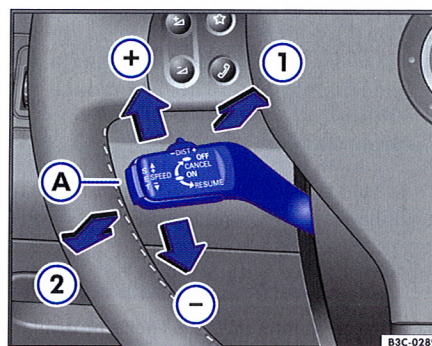
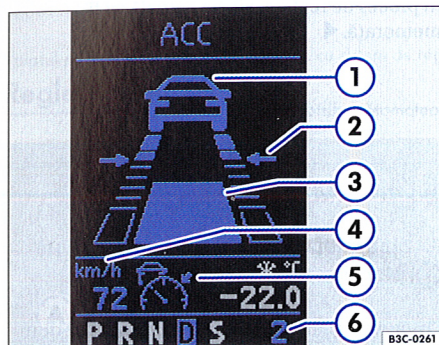

Fig. 135 Elementele de comandă ale sistemului de reglare automată a distanței
Fig. 138 Reglarea distanței activă: autovehiculul recunoscut, distanță reglată
Pentru reglarea automată a distanței, trebuie să se regleze o viteză ⇒ pagina 146 și o distanță ⇒ pagina 147. Viteza se reglează de la maneta ⇒ pagina 145, fig. 135", iar distanța de la cursorul de pe manetă ⇒ pagina 147, fig. 137".
– Trageți maneta în direcția ⇒ fig. 135 ①, până se fixează, pentru a activa sistemul. Când RAD este activat, în tabloul de instrumente se aprinde lampa de control. Pe display se afișează viteza memorată și statutul sistemului de reglare a distanței ⇒ pagina 148, fig. 138".
– Apăsăți ușor maneta până la prima treaptă, în direcția săgeții ⇒ fig. 135 ② (CANCEL).
Viteza memorată este afișată pe display cu cifre mari ⇒ pagina 148, fig. 138" (5).
Afișaje pe display ⇒ fig. 138: